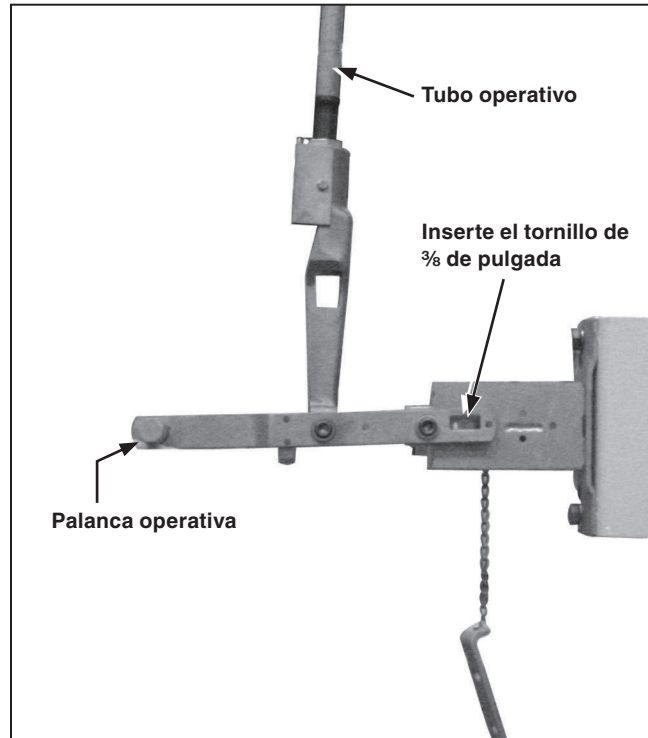

Figura 15. Palanca operativa en la posición media.
- (f) Quite el tornillo de $\frac{3}{8}$ de pulgada y mueva la palanca a la posición **Cerrado**. Ver Figura 15 en la página 18. Asegúrese de que los polos del interruptor estén completamente cerrados. Afloje los tornillos de sujeción de la parte inferior del acoplamiento rígido que está enganchado a la sección inferior del tubo operativo.
- (h) Mueva la palanca operativa a su posición media para quitar la tensión del enlace del tubo operativo. Asegure la palanca en dicha posición al insertar un tornillo de $\frac{3}{8}$ de pulgada o un perno metálico en el orificio proporcionado. Ver Figura 15 en la página 18.
- (e) Instale la sección inferior del tubo operativo vertical al roscar un extremo del tubo en el acoplamiento de la palanca operativa. Aproximadamente ¼ de pulgada (6.4 mm) de la rosca se debe extender a través del acoplamiento. Ver Figura 15 en la página 18. Apriete la tuerca de retención. Engarce el extremo superior del tubo al acoplamiento inferior de la varilla guía. Después, apriete los tornillos de sujeción del acoplamiento pero no apriete el tornillo de fijación relacionado en este momento.
- (i) Mueva la palanca operativa a su posición media para quitar la tensión del enlace del tubo operativo. Asegura la palanca en dicha posición al insertar un tornillo de $\frac{3}{8}$ de pulgada o un perno metálico en el orificio proporcionado. Ver Figura 15 en la página 18.